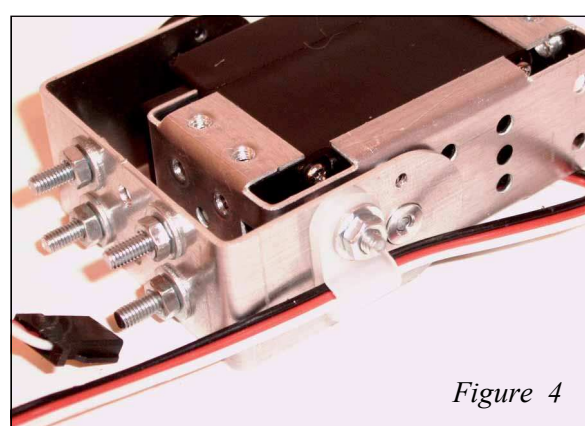

Figure 4
**Étape 3 :** Placer le palonnier (4) sur la fourche (2). S'assurer que les trous de la fourche (2) soient alignés avec les trous du palonnier (4). Visser l'ensemble avec les vis attache-palonnier de 1.6mm (7) et les écrous palonnier de 1.6mm (8). Voir figure 4 et 5.
Avant de fixer la fourche sur le bloc moteur, passer la vis tête fraisé de 8mm dans l'orifice intérieur situé du côté de l'axe court. Passer le câble du servomoteur dans le guide-fils, puis passer le guide fils sur la vis, et enfin passer la rondelle et serrer avec l'écrou. Voir figure 4.